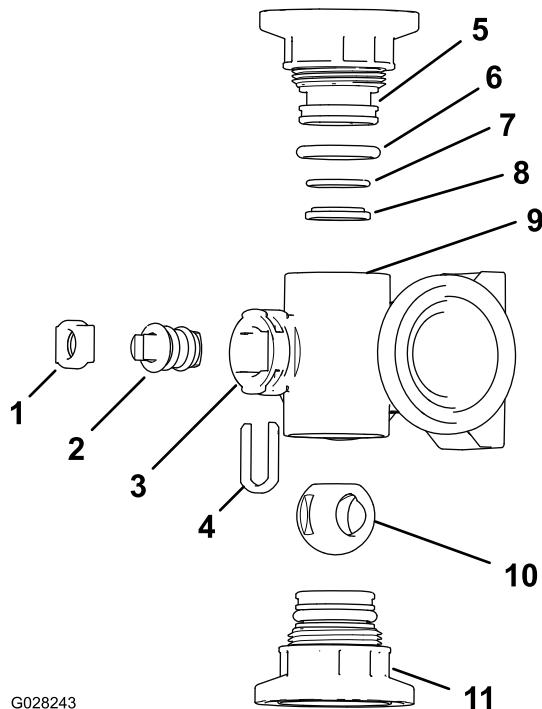
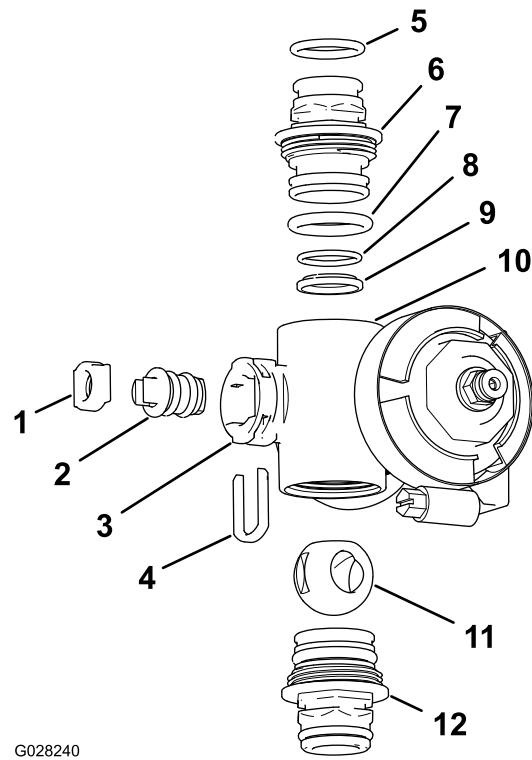

Figure 98
Figure 99
2. Déposez les 2 raccords d'embout à chaque extrémité du collecteur (Figure 98 et Figure 99).
4. Retirez l'étrier de fixation de tige situé dans les fentes de l'orifice de tige du collecteur (Figure 98 et Figure 99).
5. Déposez du collecteur le dispositif de retenue de la tige et le siège de la tige (Figure 98 et Figure 99).
6. En passant par le corps du collecteur, déposez la tige de valve (Figure 98 et Figure 99).
- Vérifiez l'état et l'usure des joints toriques de raccord de sortie (collecteur de vanne de section seulement), joints toriques d'embout, joints toriques de portée arrière, siège de bille (Figure 98 et Figure 99).
- Appliquez de la graisse sur la tige et insérez cette dernière dans son siège (Figure 98 et Figure 99).
- Placez la tige et le siège de soupape dans le collecteur et fixez-les à l'aide du dispositif de retenue (Figure 98 et Figure 99).
- Vérifiez que le joint torique de portée arrière et le siège de bille sont alignés et bien engagés dans le raccord d'embout (Figure 98 et Figure 99)
- Montez le raccord d'embout sur le corps du collecteur jusqu'à ce que la bride du raccord touche le corps (Figure 98 et Figure 99), puis tournez le raccord d'embout de $\frac{1}{8}$ à $\frac{1}{4}$ de tour supplémentaire.